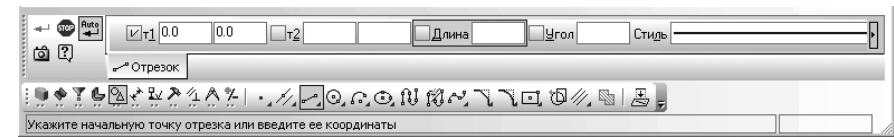

Рис. 2.39. Фрагмент главного окна системы:
- щелкните в **Компактной панели** по кнопке переключателю **Геометрия**, а затем в появившейся панели инструментов по кнопке **Отрезок**. Появится соответствующая **Панель свойств: Отрезок**, показанная на рис. 2.39.
- по предопределению поле **Длина** на **Панели свойств: Отрезок** будет активным (выделено) (см. рис. 2.39). Наберите на клавиатуре число 350, а затем нажмите клавишу **Enter** для фиксации ввода данных. В поле **Длина** появится значение 350, а перед ним в квадратике крестик –  **Длина** 350.0 ;